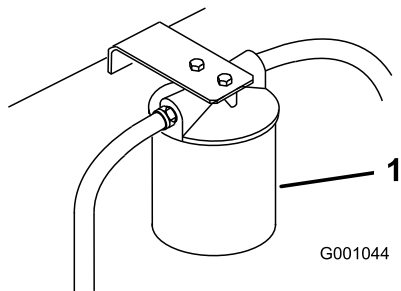

Figure 57
3. Placez un bac de vidange sous le filtre, déposez le filtre usagé et essuyez la surface du joint de l'adaptateur (Figure 57).